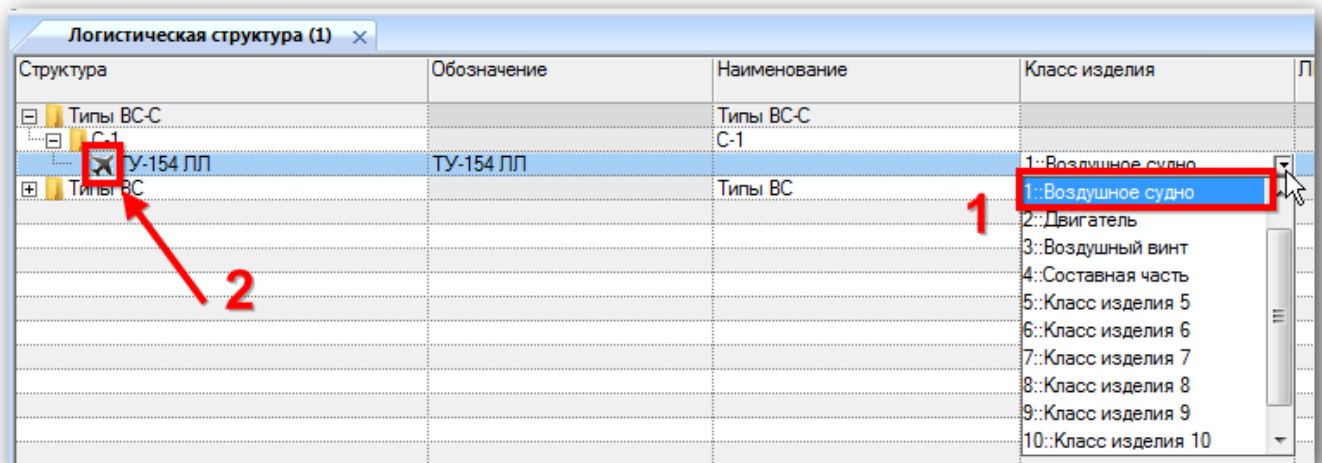

Рис. 10-13 – Выбор класса изделия «Воздушное судно»
9) Выбрать класс изделия, указывающий на то, что данный компонент является ФИ (1 на рис. 10-13). Пиктограмма, обозначающая компонент, сменится на пиктограмму ФИ (2 на рис. 10-13).